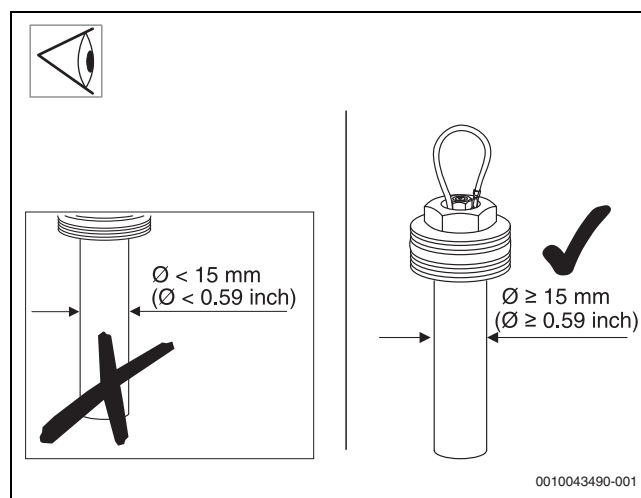

Fig. 47
- ▶ Înlocuiți anodul de magneziu în cazul în care diametrul său s-a redus la mai puțin de 15 mm (→ Fig. 47).